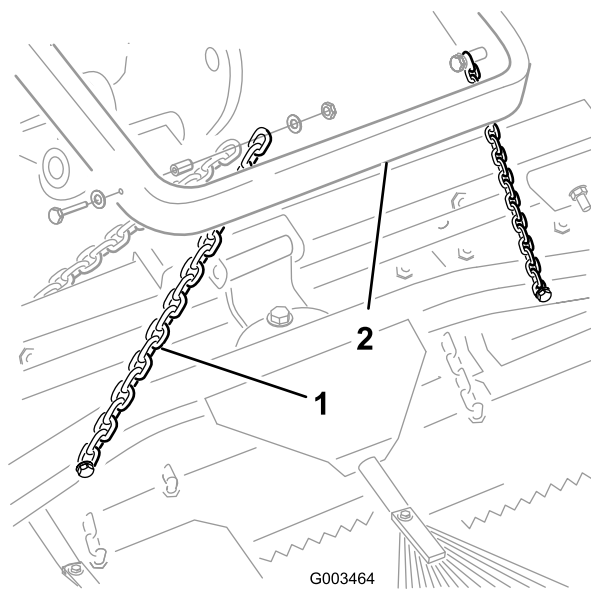

図 8
- A. 図 8を参照して、昇降アームから移動走行用チェーンを取り外す。